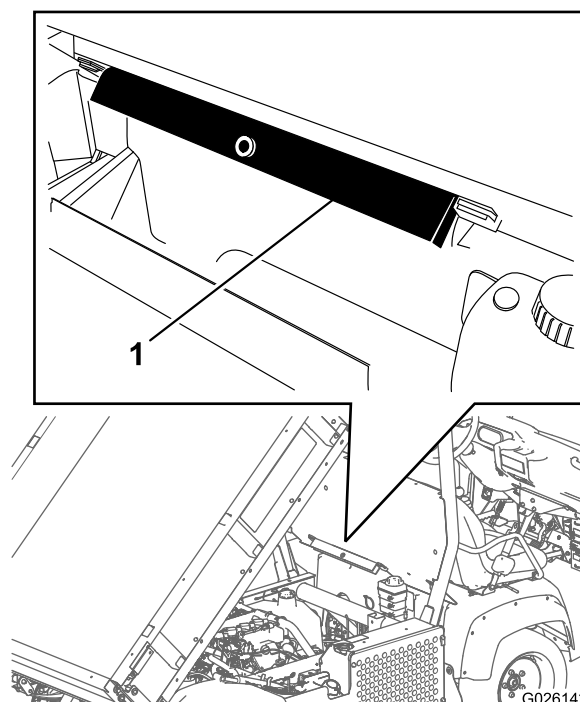

Figura 21
2. Scoateți suportul pentru platformă din suporturile de depozitare din spatele panoului ROPS (Figura 21).